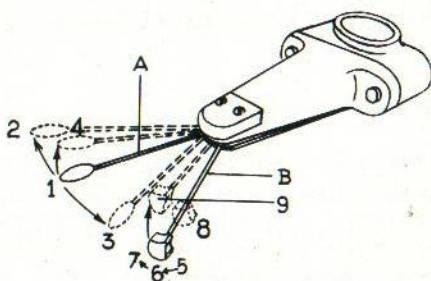

Fig. 1.7. - Conjunto mando-luces
1.8 CONJUNTO MANDO-LUCES (fig. 1.7)